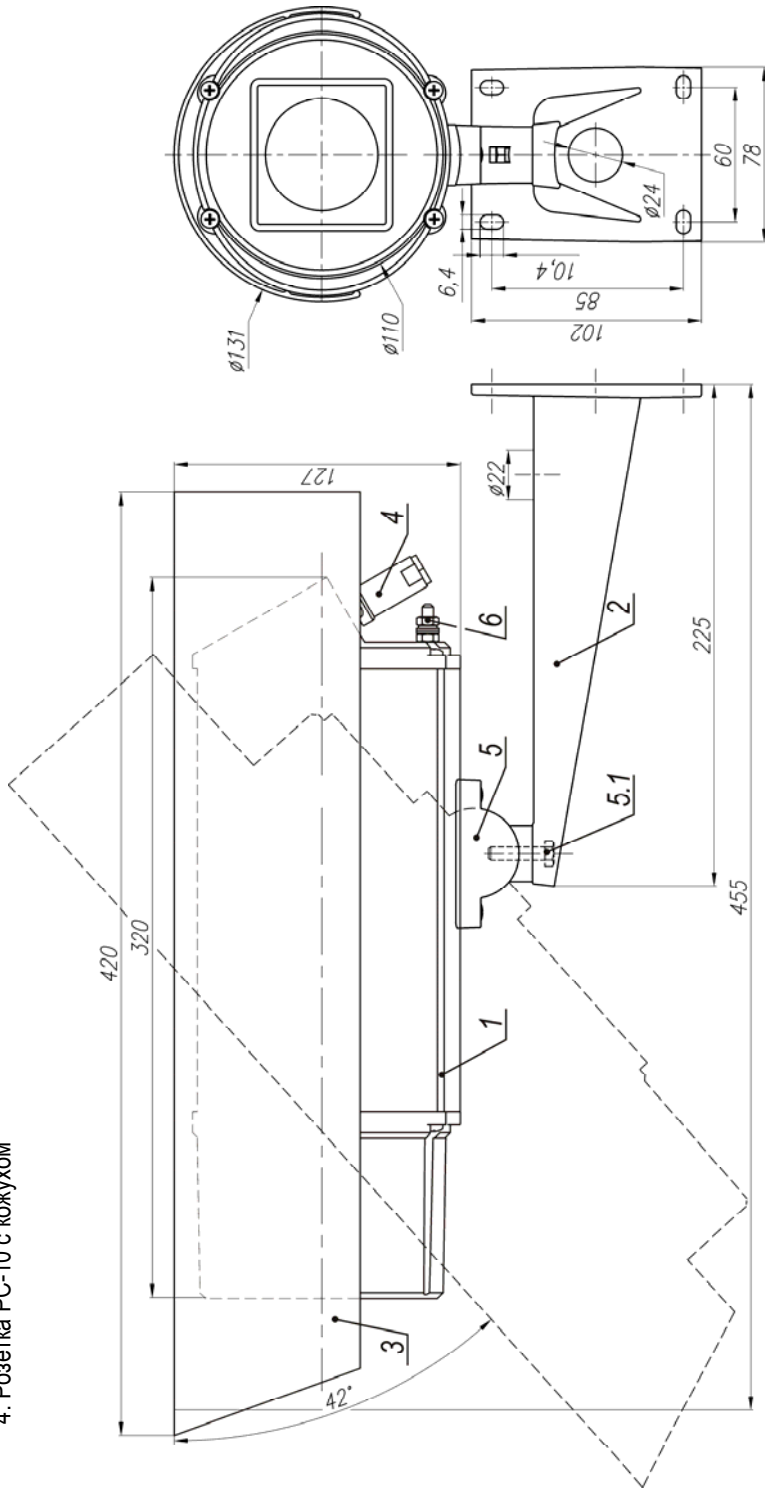

Рис.1 Состав и габаритно-установочные размеры ТВК-91 PoE
9. Габаритные размеры..... см. рис.1
Состав изделия: (см. рис.1)
3. Ослабив болт фиксации шарнира (поз.5.1 рис.1), установить гермобокс на нужное направление обзора, после чего надежно зафиксировать шарнир затянув болт.
4. Заземлить гермобокс с помощью болта заземления (поз.6 рис.1).